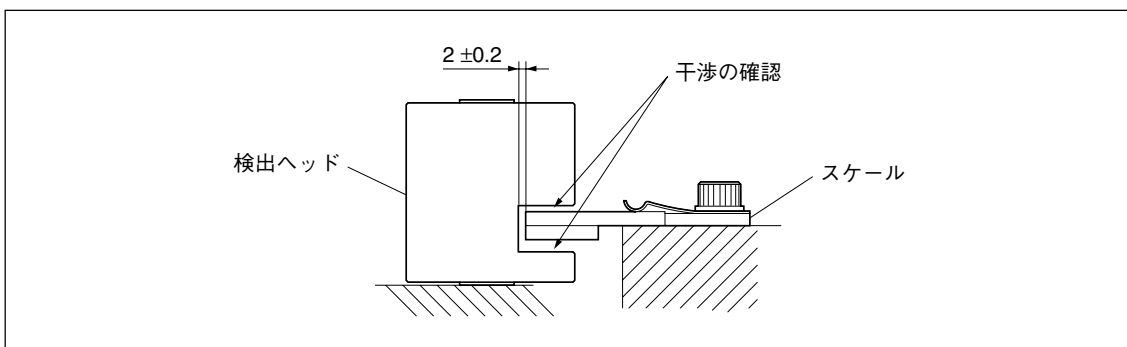

図3-19
- 4 スケールと検出ヘッドが干渉していないこと、および図3-19に示す隙間が $2 \pm 0.2$  mmであることを確認してください。